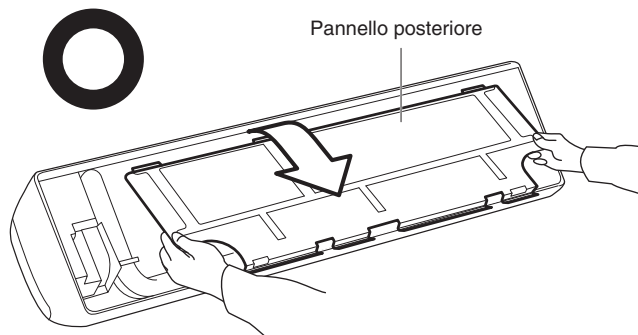

Fig. 3-3
- (3) Rimuovere il pannello posteriore afferrando i punti indicati nella Fig. 3-3 e tirandolo in direzione della freccia.